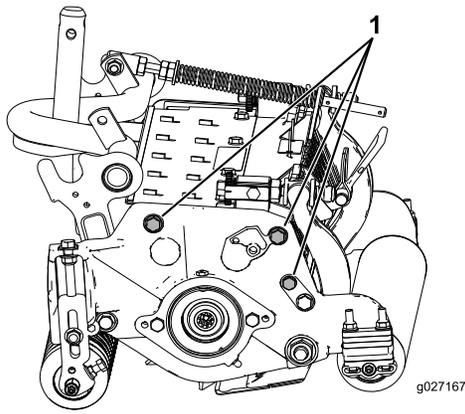

图12
**注意：** 后滚筒相对滚刀的位置通过组装部件的加工公差进行控制，因此无需调节平行。将滚刀组放在平板上并松开侧板安装平头螺丝，可以进行轻微的调节（图12）。